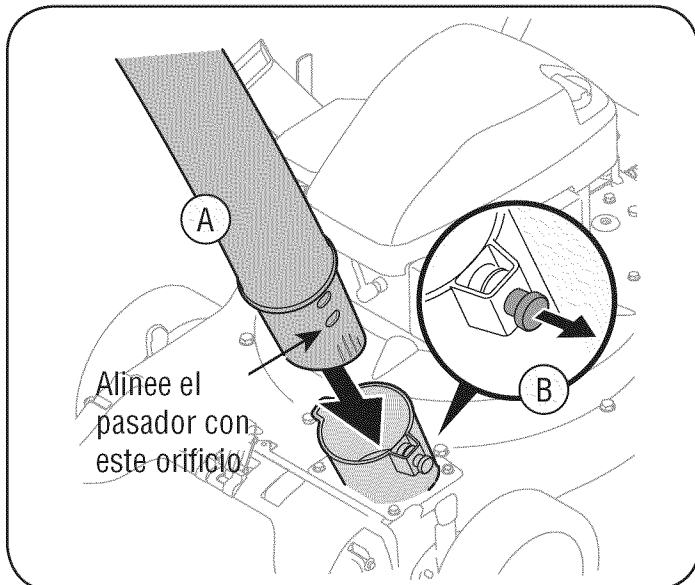

Figura 5
- Deslice el adaptador para manguera del montaje de la misma hacia el interior del adaptador base ubicado a la izquierda y al frente de la aspiradora para patios. Vea la figura 5.